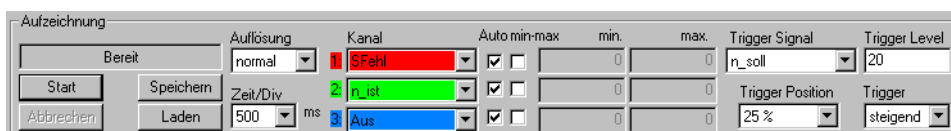

Abb. 49: Oszilloskopeinstellung Lageregler Aufnahme
- Öffnen Sie die Bildschirmseite "Oszilloskop". Stellen Sie das Oszilloskop folgendermaßen ein (siehe Abb. 49):